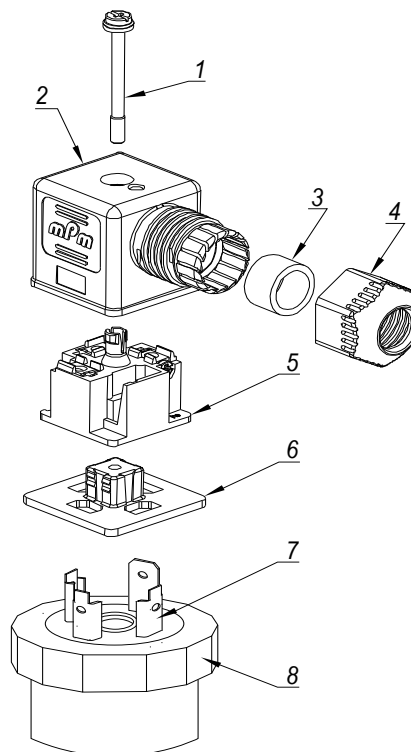

Fig. 5.1 Connecteur selon la norme EN 175301-803
- Desserrer la vis (1) (fig. 5.1) et déconnecter la prise (2+5+6) des contacts (7).
- Faites sortir le support de contact (5) du boîtier (2) par l'ouverture de montage sur le joint plat (6).